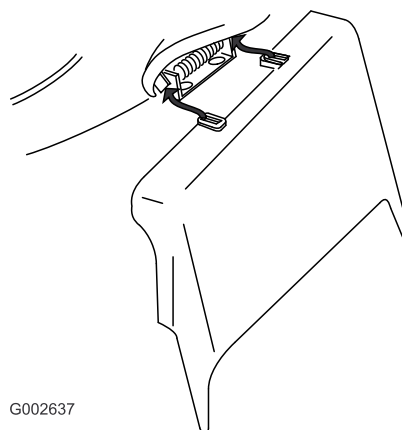

Figure 33
3. Montez l'éjecteur latéral et rabattez le volet sur l'éjecteur (Figure 33).